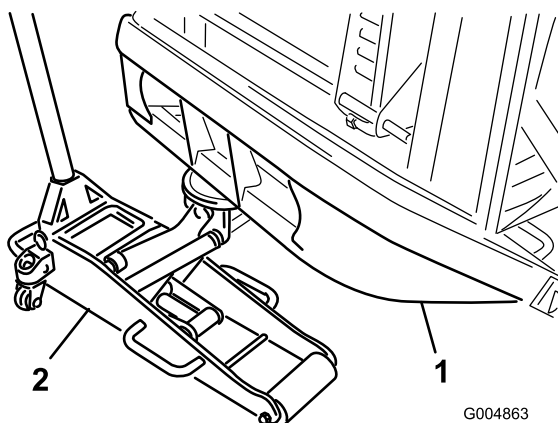

Figure 32
1. Placez un cric d'atelier adapté sous le tube de pare-chocs arrière et soulevez les roues arrière du sol (Figure 32).